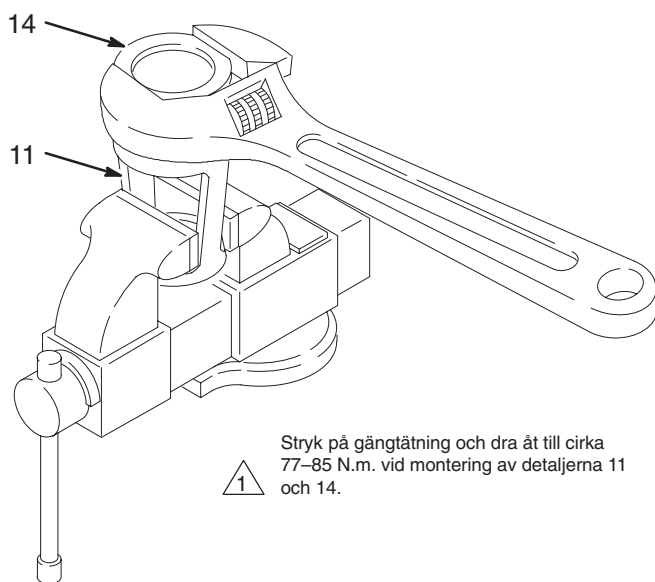
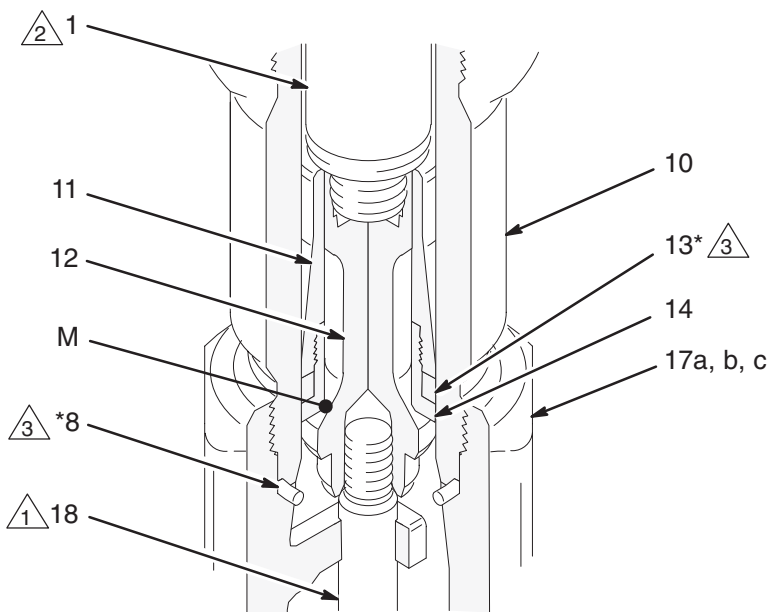

Fig. 11
Fig. 12
9. Ta bort tätningen (8) från cylinderns (10) underdel. Se Fig. 12. Lys i cylindern och titta efter om den är repad eller skadad. Skruva bort cylindern från utloppshuset med en rörtång och ta bort övre cylindertätningen **endast om cylindern är skadad eller det läcker runt övre cylindertätningen (8)**.
10. Spänn fast de plana ytorna på kolvstängan (1) i ett skruvstycke. Skruva loss kolven (12) från kolvstängan, matningskolvstängan (18) följer med den. Dra av kolvstyrningen (11) och sätet (14) från kolven (12).
11. Matningskolvstängan (18) behöver inte tas bort från kolven (12) om inte någon av delarna är skadad. Spänn fast de plana ytorna på kolven i ett skruvstycke och skruva loss stängan vid demontering.
12. Spänn fast kolvstyrningen (11) i ett skruvstycke som i Fig. 11. Skruva loss kolsätet (14) från styrningen med en skiftnyckel. Ta bort tätningen (13), byt alltid ut mot en ny. Kontrollera om ytorna (M) på kolven (12) och kolsätet (14) är skadade eller slitna. Se Fig. 12.
2. Vänd den fasade sidan uppåt och tryck ner intagsventiltätningen (39*) i urtaget på intagsventiltätmuttern (15) tills den snäpper på plats. Nosen på tätningen ska ligga jämns med eller något under ytan på tätmuttern.
3. Spänn fast de plana ytorna på ventilhuset (16) i ett skruvstycke. Skruva in tätmuttern i ventilhuset med handkraft. Ställ intagshuset åt sidan.
4. Smörj in kolvtätningen (13*) och montera den på kolvsätet (14). Stryk på gängtätning på gängorna på sätet och kolvstyrningen (11) Skruva på styrningen på sätet (14). Spänn fast styrningen i ett skruvstycke enligt Fig. 11 och dra åt sätet till moment 77–85 N.m.
5. Spänn fast de plana ytorna på kolven i ett skruvstycke om matningskolvstången (18) demonterades från kolven (12). Sätt en skiftnyckel på de plana ytorna på stängen och skruva in stängen i kolven. Dra åt till moment 125–139 N.m. Var försiktig så att inte grader bildas på de plana ytorna på stängen.
6. Rikta kolvsäte/styrning på kolven (12) så att de 45°-fasade ytorna passar samman. Skruva in kolvstången (1) i kolven (12) med handkraft och dra sedan åt stängen till moment 324–368 N.m.
- 1 Kolvbackventil (se Fig. 12).